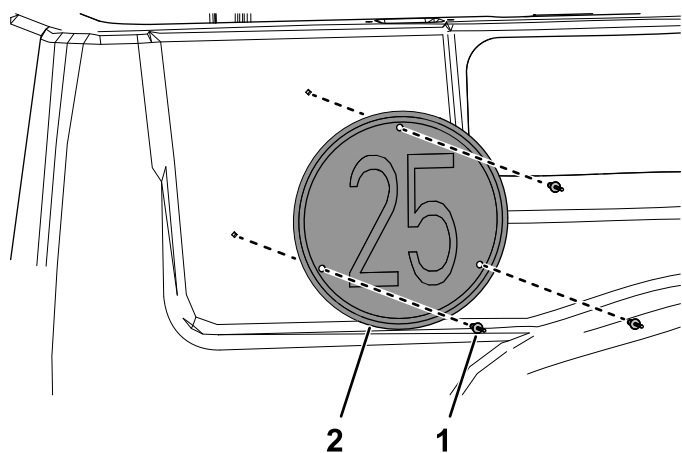

図 16
4. 荷台側面に速度表示板を取り付けるポップリベット3/16 x 15/16"3本で図 16のように取り付ける。